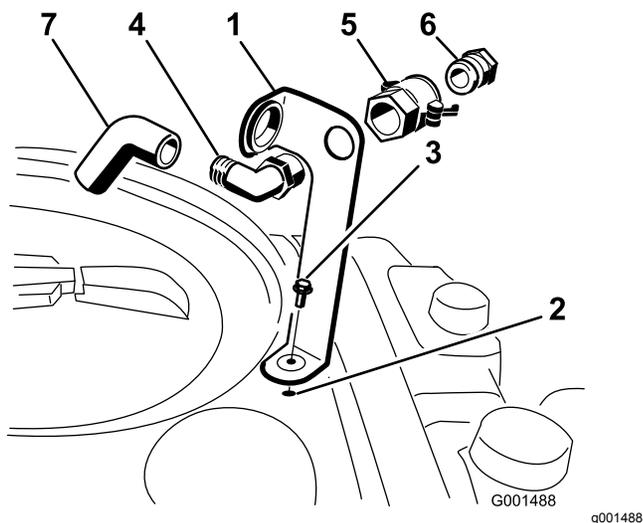

図 3
1. タンクに開けてあるねじ穴に合わせて補給口ブラケットをセットし、フランジヘッドボルト5/16 x 3/4"で固定する 図 3。
2. 90度エルボのねじ切りしている側をブラケットに通し、クイックカップラでブラケットに固定する 図 3。
3. クイックカップラにホースアダプタを取り付ける 図 3。
4. カップラについているレバーをアダプタ側に倒してロックし、ヘアピンコッターで固定する 図 3。
5. 逆流防止ホースを、ブラケットの大きな開口部に通してから、90度エルボに取り付ける 図 3。